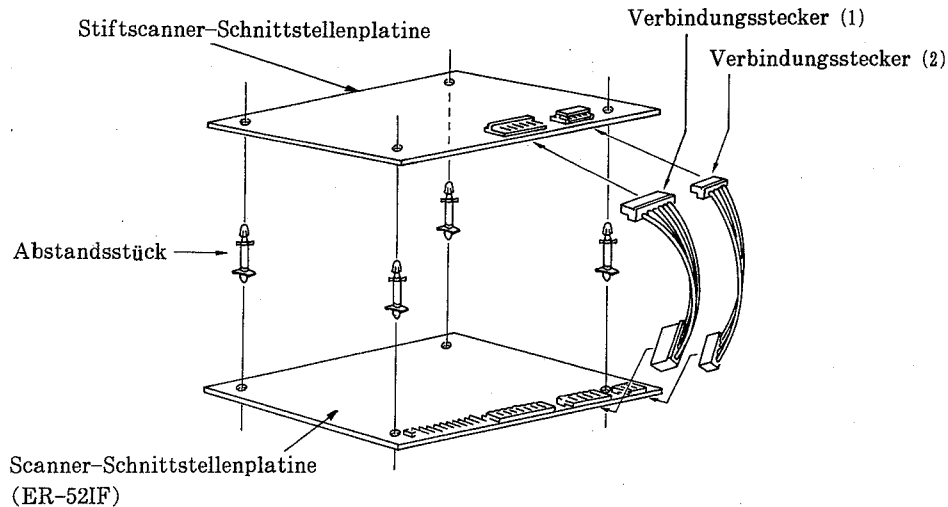

Abb. 51
- (1) Um Ihre Sicherheit zu gewährleisten, die ER-6750 zuerst vom Netz trennen.
- (2) Die Rückwand entfernen (siehe Seite 81).
- (3) Die Abstandsstücke (4 Stück) an der Scanner-Schnittstellenplatine (ER-52IF) anbringen (siehe Abb. 51).
- (4) Die Stiftscanner-Schnittstellenplatine (ER-67PN) an den Abstandsstücken der Scanner-Schnittstellenplatine anbringen, und dann die Verbindungsstecker (1) und (2) anschließen (siehe Abb. 51).
- (5) Die Scanner-Schnittstellenplatine an die Anwenderplatine anschließen.